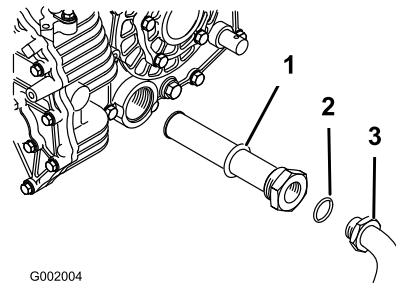

Figura 68
5. Retire o tubo do hidráulico e o conector de 90° (Figura 68).